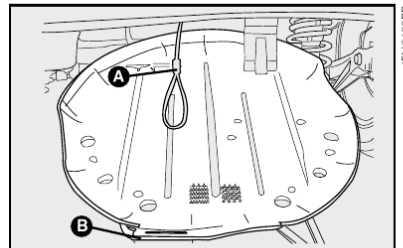

fig. 10
- Desengatar o cabo de segurança **A-fig.10** para permitir a descida completa do suporte do estepe e a posterior retirada do mesmo ao puxar para fora a extremidade da bandeja corredeira. **B-fig.10**.